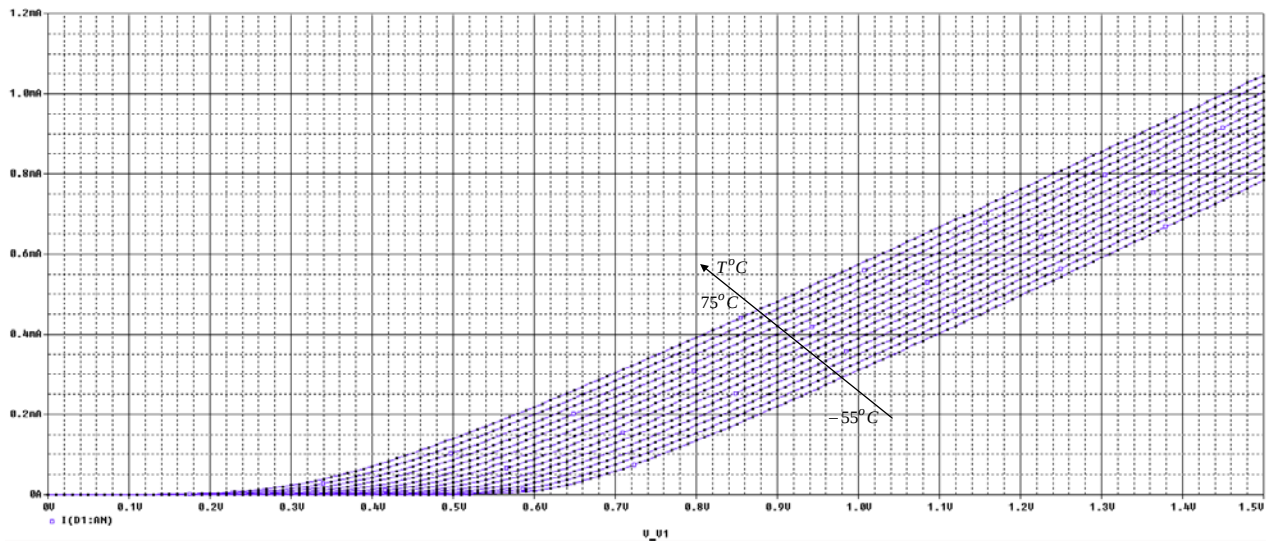

Рис. 14.4. Графики ВАХ цепи с диодом
3. Выполняем моделирование и в окне Probe выбираем Trace>Add Trace и устанавливаем ток анода I[D1:AN]. Графики вольт-амперных характеристик для разных температур показаны на рис. 14.4.